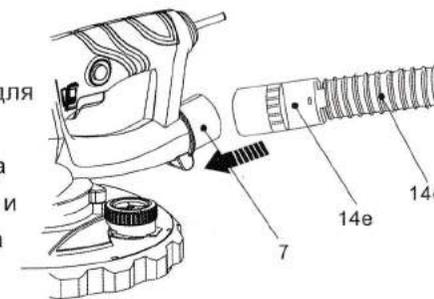

Рис.4
- > Приложите и вставьте соединитель шланга пылесоса (14e) в отверстие для сбора пыли (7) до упора (Рис. 4).
- > После использования, возьмитесь за соединитель шланга пылесоса (14e) и вытяните его из отверстия для сбора пыли (7), чтобы отсоединить шланг пылесоса (14d) / мешок пылесборника (14) от изделия.